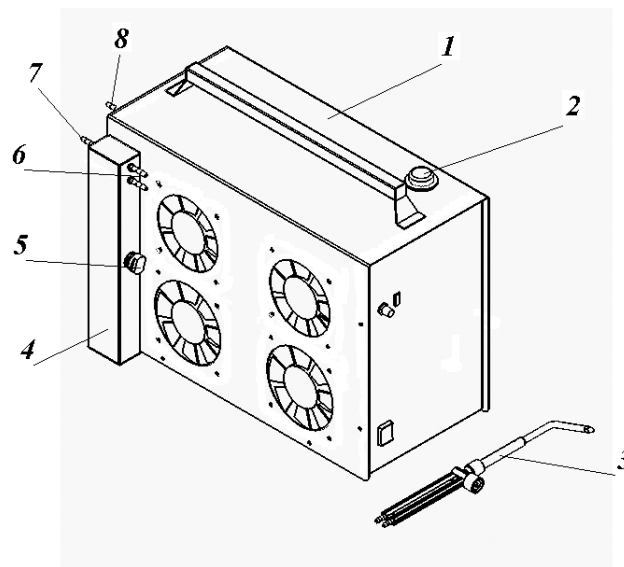
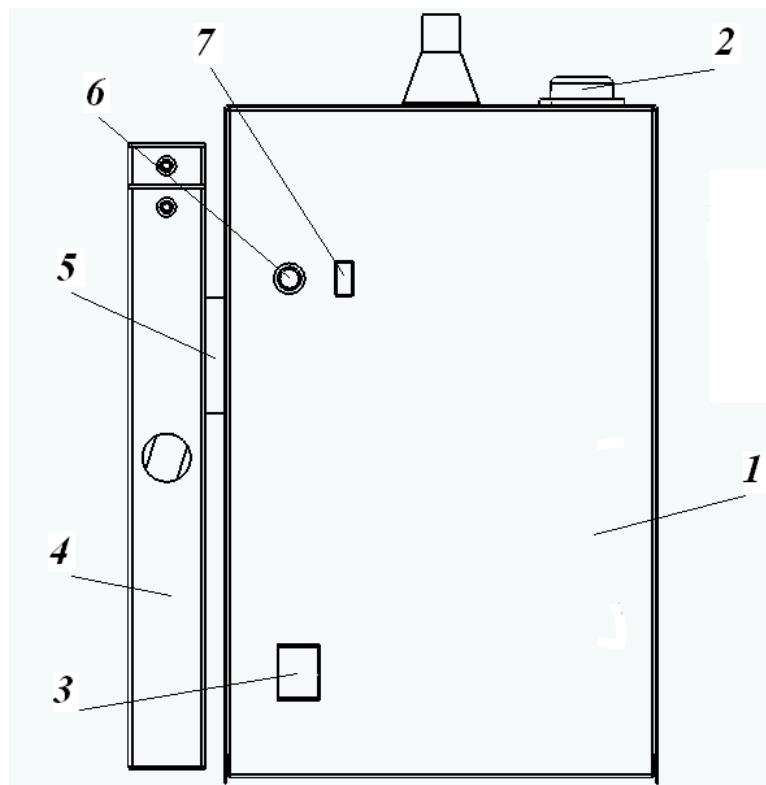
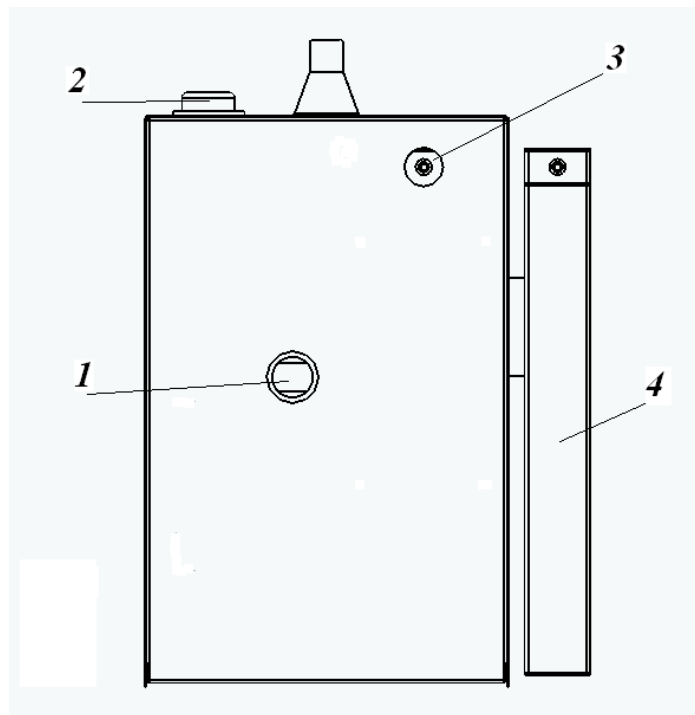

Рис.2 Внешний вид установки Лига-4
Рис.3 Лига-41 (вид спереди)
Рис. 5 Лига-41 (вид сзади)
4.1 Внешний вид установки приведён на рис.2.
дополнительными "сухими" огнепреградителями. Количество произведённой газовой смеси (производительность) регулируется с помощью регулятора тока 6 (Рис.3) и отображается на индикаторе 7(Рис.3) цифрой от 0 до 9. Если производительность установки не соответствует диаметру сопла горелки или засорены газовые магистрали, то внутри электролизёра увеличивается давление. При превышении давления над 0,6 атм. срабатывает аварийный датчик давления, который, воздействуя на силовой блок, выключает ток через электролизёр 1 и подаёт звуковой сигнал, при этом на индикаторе 7(Рис.3) загорается символ "Р". В случае выработки всего запаса дистиллированной воды срабатывает датчик уровня, который выключает ток через электролизер и подаёт звуковой сигнал, при этом на индикаторе 7(Рис.3) загорается символ «U».
4.2 Внешний вид охладителя-обогапителя приведён на рис.2.
6.3 Произвести установку охладителя-обогапителя 4(Рис.3) в направляющих 5(Рис.3) на корпусе электролизера 1(рис.3) и соединить его шлангами с электролизером и горелкой. Входной штуцер 7(рис.2) соединить коротким шлангом с выходным штуцером 8(рис.2), выходные штуцера 6(рис.2) соединить длинными шлангами с входными штуцерами горелки (порядок соединения безразличен). Тщательно затянуть хомуты на шлангах, накидную гайку и сопло горелки.
7.1 Ручку регулятора тока 6(рис.3), расположенную на лицевой панели силового блока, вывести в крайнее левое положение (против часовой стрелки).
3(Рис.3) при этом заработают вентиляторы. Ручку регулятора тока плавно повернуть по часовой стрелке до загорания необходимой цифры на индикаторе 7(рис.3).
7.3 Регулирование расхода газовой смеси осуществляется ручкой регулятора тока 6(Рис.3).
Предварительно необходимо заправить охладитель-обогапитель углеводородом (например **бензолом** или бензином). Для этого снять охладитель-обогапитель с направляющих 5(рис.3), открутить пробку 5(рис.2) и ***предварительно слив отстой*** из образовавшегося отверстия в это же отверстие залить до 100мл **бензола** или другого углеводорода (примерно на 1 час непрерывной работы). Затем закрутить пробку 5(рис.2) и установить охладитель-обогапитель на место. По мере работы необходимо доливать углеводород в охладитель-обогапитель.
7.5 Гасить горелку следует резко сдув пламя, как при гашении свечи. После этого выключить электролизёр. Если пламя не сдувается, можно просто регулятором тока 6(рис.3) выключить электролизёр, при этом будет слышен негромкий щелочек (сработают "сухие" огнепреградители). После выключения электролизёра следует повернуть любую из ручек регуляторов горелки в среднее положение.
7.7 Во время работы уровень электролита в электролизере понижается, поэтому периодически или при срабатывании датчика уровня (звуковой сигнал с одновременным загоранием сигнала «U» на индикаторе 7(Рис.3)) необходимо восстанавливать уровень электролита, доливая в электролизер ***дистиллированную*** воду. Для этого нужно выключить установку из сети, убедиться, что сливная
пробка 1(Рис.5) плотно завинчена, вывернуть пробку из заливной горловины 2(рис.2) и в образовавшееся отверстие с помощью **чистой** воронки долить **дистиллированной** воды столько, чтобы она появилась у нижнего среза заливной горловины. Доливать воду следует аккуратно, следя за тем, чтобы капли жидкости не попадали на корпус установки. При попадании жидкости на корпус установки заправку следует немедленно прекратить и удалить следы протечки с корпуса установки. После окончания залива необходимо завернуть пробку заливной горловины на прежнее место.
8.1 Через каждые 250-300 часов работы, но не реже одного раза в год следует провести замену электролита, при этом необходимо выработать весь запас воды до срабатывания датчика уровня. При смене электролита: вывинтить пробку 1(рис.5) из сливного отверстия. Завернуть вместо пробки сливное устройство и поставить электролизёр вертикально сливным отверстием вниз. Затем вывинтить пробку из заливной горловины 2(рис.5) и вылить электролит из электролизера. Залить (см. п.7.7) и вылить из электролизера один, два раза **дистиллированную** воду (прополоскать). Затем через заливную горловину 2(Рис.5) с помощью